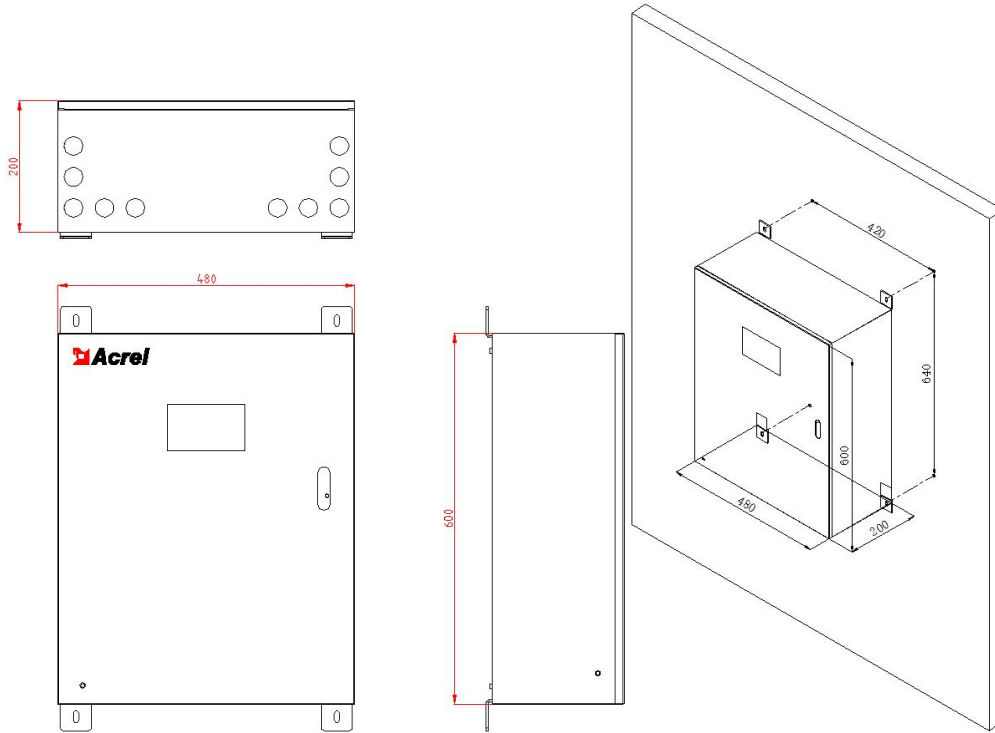

图 3
**A-D-0.5/0.75/1KVA-A200L** 集中电源的外形尺寸为：600(H) \* 480(W) \* 200(D)mm，如图 3 所示。